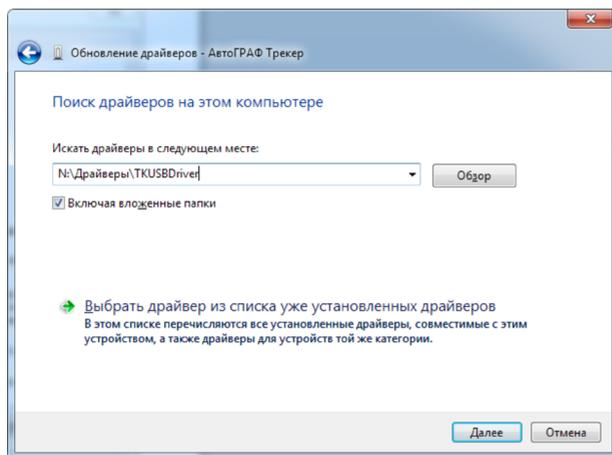

Рис.25. Путь драйвера.
4. Задайте путь к папке, в которую был распакован архив с драйверами (**Рис.25**). Выполните установку драйвера.